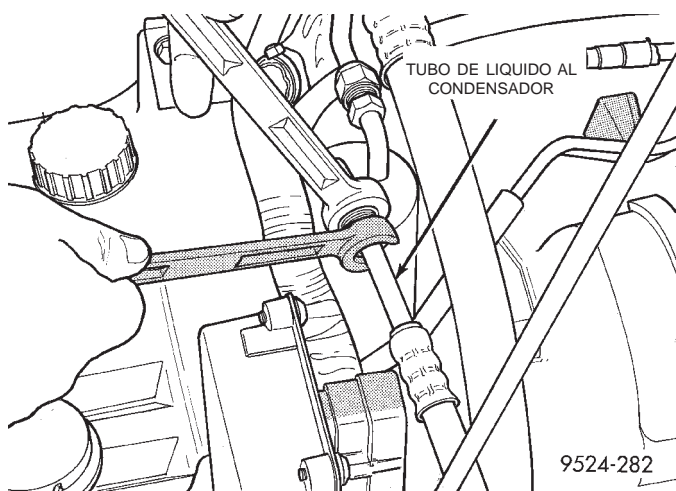

Fig. 52 Tubo de líquido del condensador
(1) Retire el refrigerante del sistema de A/A con una máquina de recuperación de refrigerante.
(2) Retire del condensador la tubería de líquido del filtro/secador (Fig. 52).